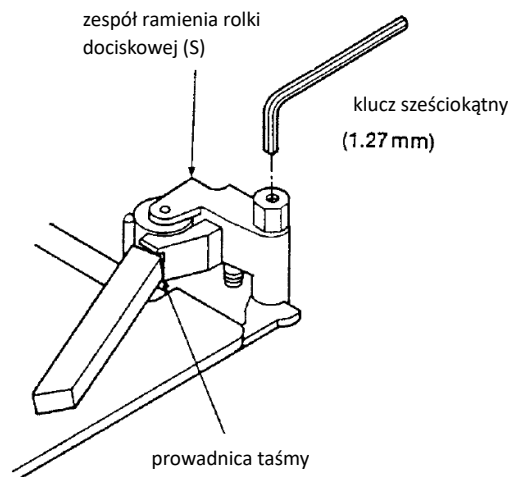

Fig. 5
7. Następnie za pomocą kołka kontrolnego upewnij się, że kołek kontrolny nie styka się z prowadnicą taśmy. Jeśli tak jest, obróć śrubę, jak pokazano na Fig. 5, aż kołek kontrolny nie będzie stykał się z prowadnicą taśmy.